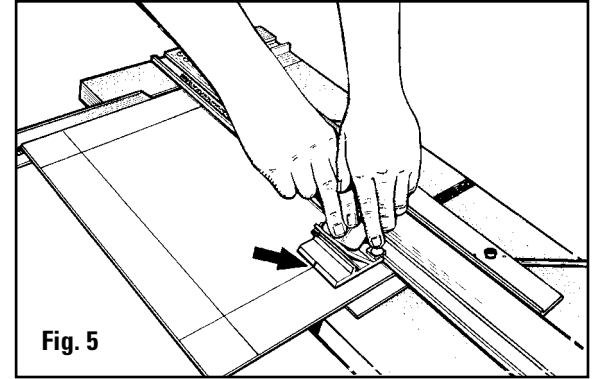

Fig. 5
- Placez le couteau de sorte que le repère de début et de fin s'aligne avec la ligne tracée la plus proche de la partie supérieure de l'appareil. **Fig. 5**
- Avec la main gauche, appuyez sur le goujon anti-glissement et faites pivoter fermement le support de lame dans la feuille. **Fig. 5**
- Positionieren Sie den Schneider so, dass die Start- und Stopp-Anzeigelinie mit den markierten Linien oben auf der Maschine ausgerichtet sind. **Abb. 5**
- Drücken Sie mit der linken Hand den Kriechschutzstift und drehen Sie den Klingenhalter fest nach unten in das Passepartout. **Abb. 5**
- Coloque el cortador de modo que la línea Indicadora de Inicio y de Parada se alinee con la línea marcada lo más cercana posible a la parte alta de la máquina. **Fig. 5**
- Presione hacia abajo con la mano izquierda el Pasador Anti-Arrastre y gire firmemente el Sujetador de la Cuchilla abajo dentro de la lámina perimétrica. **Fig. 5**
- Posizionare la taglierina in modo tale che l'indicatore di inizio e di fine si allinei con la linea tracciata più vicina alla cima dell'attrezzo. **Fig. 5**
- Con la mano sinistra premere il perno anticivolo e inserire il portalamina nel passepartout ruotandolo verso il basso. **Fig. 5**
- Faites glisser la butée du rail de guidage jusqu'à ce qu'elle entre en contact avec la tête de découpe en biseau et serrez. **Fig. 5**
- Deslice el tope del carril guía superior hacia usted hasta que haga contacto contra el cabezal de corte biselado y apriete. **Fig. 5**
- Schieben Sie den oberen Führungsschienenanschlag zu sich hin, bis er Kontakt mit dem Winkelschneidekopf hat. Ziehen Sie ihn dann fest. **Abb. 5**
- Far scorrere verso di voi l'arresto superiore della rotaia di guida finché non tocchi la testa per tagli a smusso e serrare. **Fig. 5**